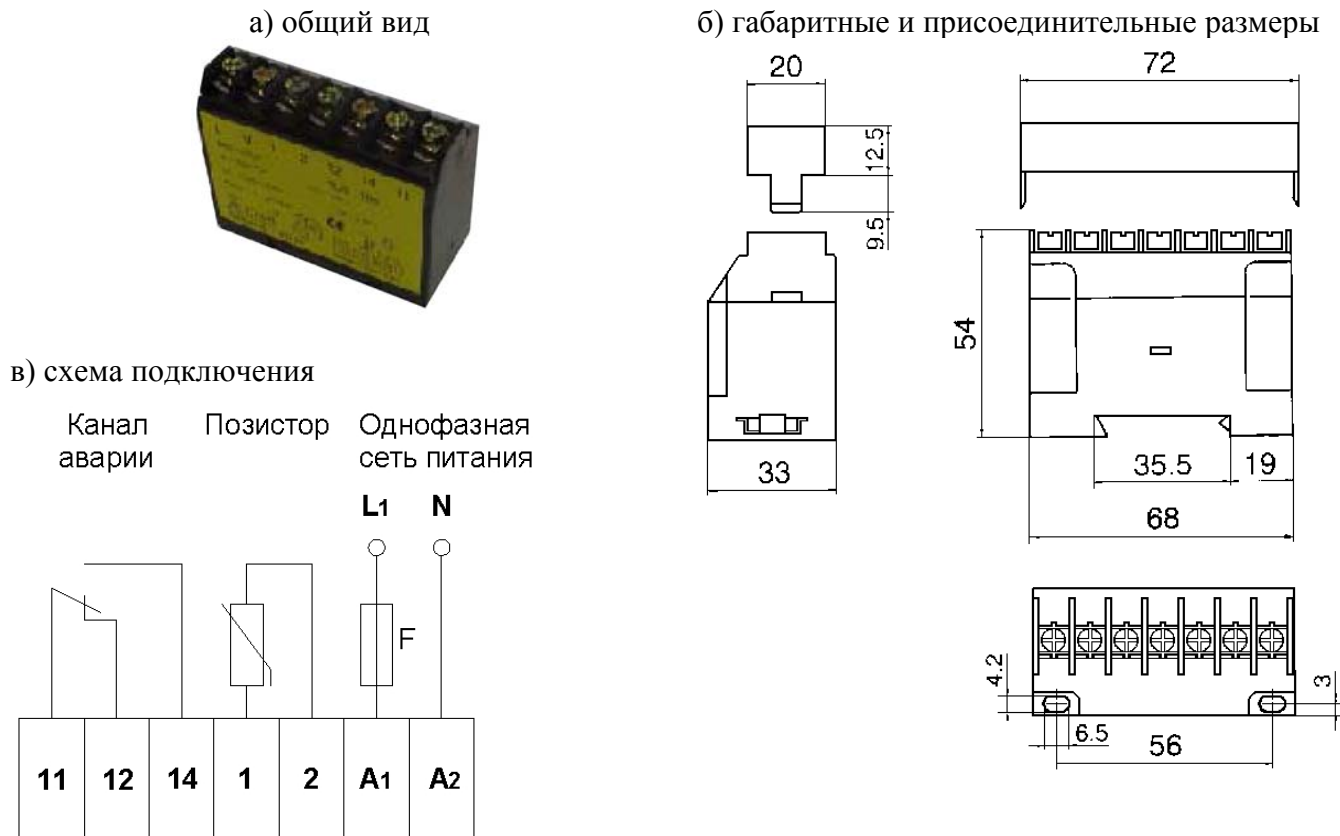

Рис. 2. Модуль TUS 100 защиты электродвигателя
- 5.4. **Модуль защиты электродвигателя с позисторами - TUS 100 (Арт. № Н80 – 10000).** Защитное устройство (рис. 2) предназначено для установки в шкаф комплексного распределительного устройства в невзрывоопасных зонах или в шкаф комплексного распределительного устройства взрывозащищенного исполнения.